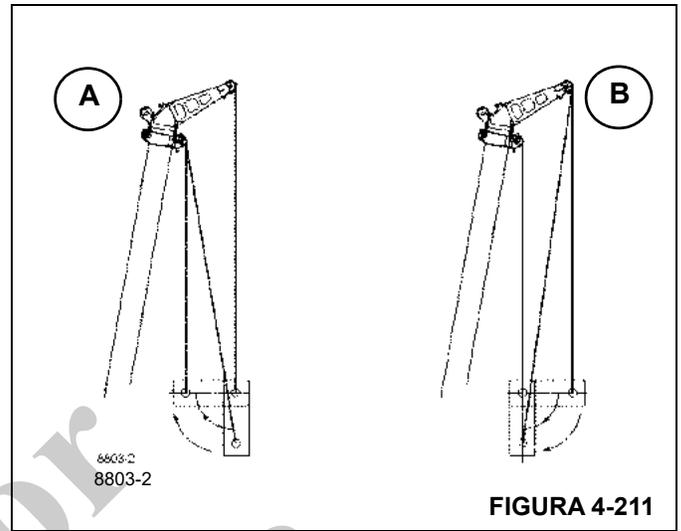
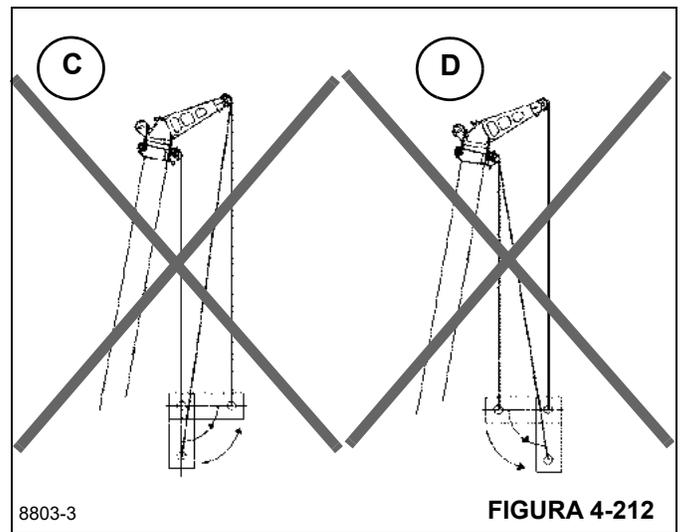

FIGURA 4-211
FIGURA 4-212
El centro de gravedad de la carga debe moverse hacia la grúa (Figura 4-211) (A y B). Cualquier otro uso se considera incorrecto y no está permitido. Para ejemplos, vea (Figura 4-212) (C y D).
1. Eleve la carga horizontalmente usando los dos malacates (**detalle B**), como se muestra en (Figura 4-211).
Si procede de acuerdo con el **detalle C o detalle D** (Figura 4-212), la carga girará hacia afuera y el par motor de la carga aumentará. ¡Este método de trabajo hará que la máquina se vuelque o que el sistema de la pluma quede sobrecargado, y por lo tanto está estrictamente prohibido!